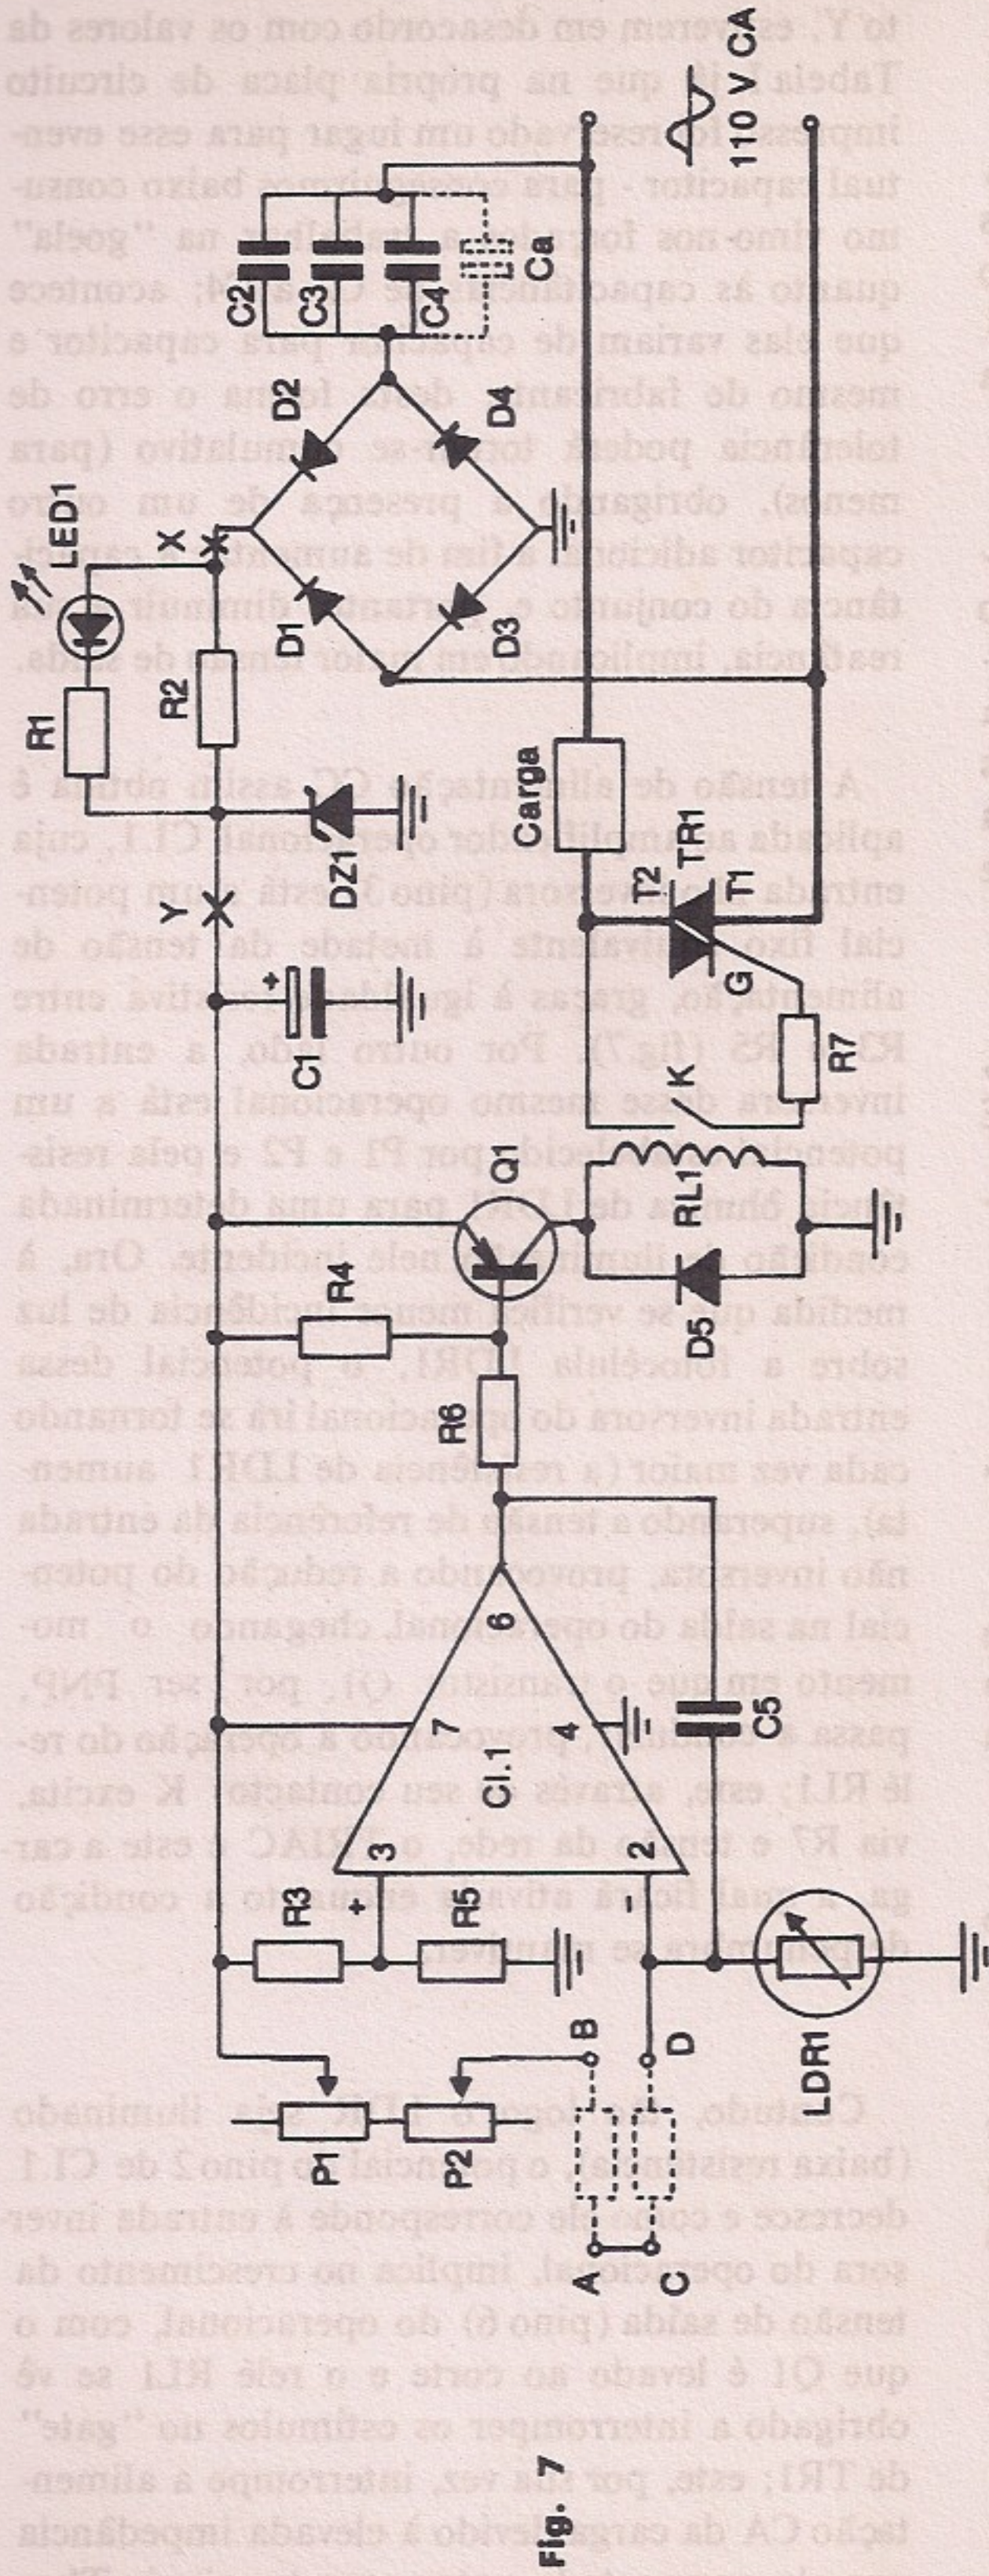
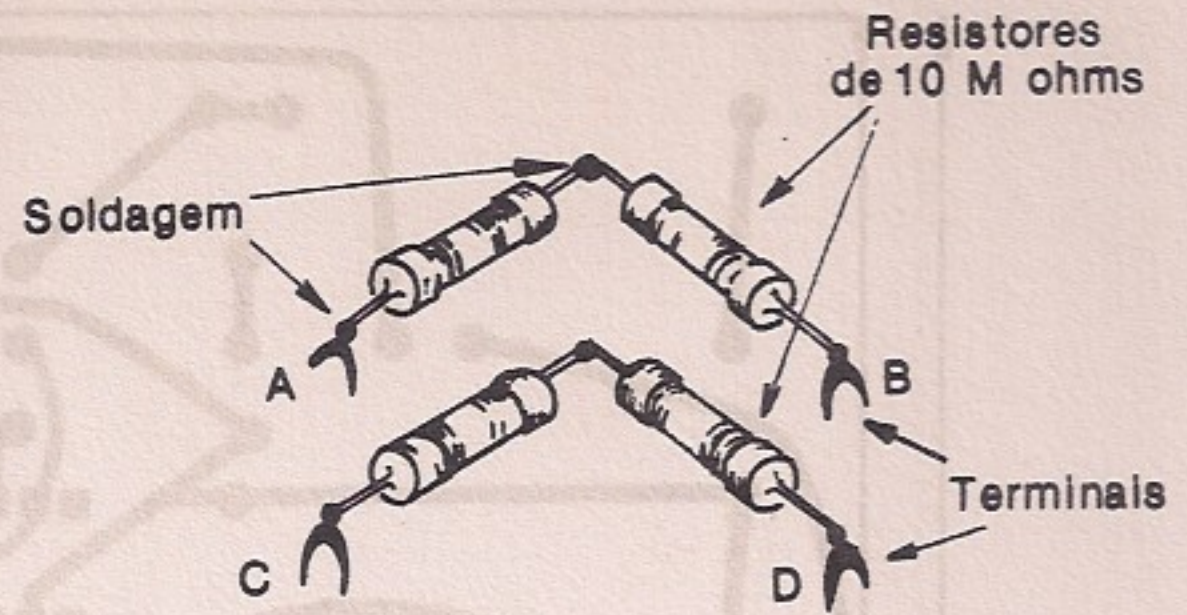

Fig. 7
Fig. 8
Como acima dissemos, o objetivo do diodo eletroluminescente LED1 é prover uma indicação visual informando ao usuário que o dispositivo está sendo, pelo menos, devidamente alimentado; cabe a R1 limitar a corrente a circular pelo LED: como é mostrado na Tabela I, a d.d.p. entre os pontos X e Y (fig. 7) é da ordem de 6 volts, enquanto o fotoemissor apenas necessita por volta de 1,7 volts para seu funcionamento.
A tensão de alimentação CC assim obtida é aplicada ao amplificador operacional CI.1, cuja entrada não inversora (pino 3) está a um potencial fixo equivalente à metade da tensão de alimentação, graças à igualdade resistiva entre R3 e R5 (fig.7). Por outro lado, a entrada inversora desse mesmo operacional está a um potencial estabelecido por P1 e P2 e pela resistência ôhmica de LDR1 para uma determinada condição de iluminação nele incidente. Ora, à medida que se verifica menor incidência de luz sobre a fotocélula LDR1, o potencial dessa entrada inversora do operacional irá se tornando cada vez maior (a resistência de LDR1 aumenta), superando a tensão de referência da entrada não inversora, provocando a redução do potencial na saída do operacional, chegando o momento em que o transistor Q1, por ser PNP, passa a conduzir, provocando a operação do relé RL1; este, através de seu contacto K excita, via R7 e tensão da rede, o TRIAC e este a carga, a qual ficará ativada enquanto a condição de penumbra se mantiver.
Soquete de 8 pinos (4 + 4) para o CI 741; plaqueta para circuito impresso (face simples) de dimensões não inferiores a 10 x 10 cm; tira de terminais plásticos com seis unidades; dissipador duplo U de dimensões 3 x 3 cm; conector (macho e fêmea); parafusos de 1/8" de metal e respectivas porcas (veja texto); fio flexível; fio paralelo 20 AWG (veja texto); quatro terminais metálicos (veja a fig. 8); folha de símbolos ácido-resistentes para CIs, tipo ALFAC E. C. 996/1; graxa de silicone ou pasta térmica; caneta especial para confecção de circuito impresso; solda de 1 mm (60/40); caixa (veja texto); knob; tomada macho; etc.
Acontece que em algumas aplicações a resistência máxima introduzida no circuito por esses dois potenciômetros é insuficiente para o que se pretende, como por exemplo desativar a carga tão logo surjam os primeiros raios de Sol, ou ainda, desenergizá-la pela ínfima luminosidade emitida pela ponta acesa de um cigarro, conforme tivemos oportunidade de verificar com o nosso protótipo. É justamente para atender a estes casos que propositalmente foram previstos quatro pontos (A, B, C e D - fig. 7), nos quais devem ser dispostos resistores adicionais, conforme é mostrado de forma pontilhada na figura 7; caso haja necessidade de apenas um resistor adicional poderemos interligá-lo, por exemplo, entre os pontos B e A e curto-circuitar entre si os pontos C e D; finalmente, não havendo tal necessidade, deveremos interligar o ponto B ao ponto D (isso é tarefa bem simples, pois foram deixados quatro pequenos terminais metálicos na plaqueta do circuito, especialmente para serem soldados, a eles, tais resistores, se for o caso.)
- Meça a tensão na junção dos diodos D1 e D2, assim como no borne positivo do capacitor eletrolítico C1 (figs. 7 e 10): o valor encontrado deve ser da ordem de 18 volts CC para o primeiro e de 12 volts para o segundo. Caso os valores lidos sejam inferiores, soldar o capacitor Ca ao circuito e fazer novas medidas; se forem mai-
Antes de proceder a qualquer ajuste, o leitor deve ter em mente quais são as condições de luminosidade a que o circuito deverá comutar a carga. Se, por exemplo, ele for utilizado como um interruptor crepuscular (detecção de baixa intensidade de luz), teremos de introduzir um resistor de uns 5,6 M ohms entre os pontos A e B (figs. 7 e 10) e agora curto-circuitar os pontos C e D. Caso esse resistor seja insuficiente poderemos prover um outro entre esses terminais C e D a fim de aumentar a resistência ôhmica do braço resistivo B-A-C-D (para detectar a luminosidade da brasa de um cigarro, como já dissemos antes, utilizamos quatro resistores de 10 M ohms cada um, dispostos nessas lides como é mostrado pelo croqui da fig. 8). Contudo, para a maioria das aplicações, é apenas suficiente a presença de P1 e P2.